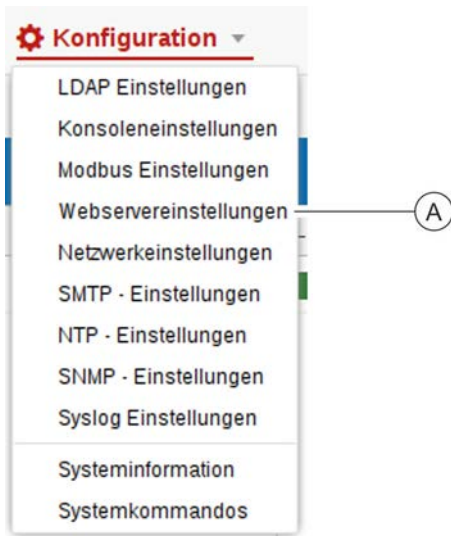

Abb. 221: Webservereinstellungen aufrufen
1. ➔ Über „Konfiguration → Webservereinstellungen“ die Webservereinstellungen aufrufen (Abb. 221/Ⓐ).